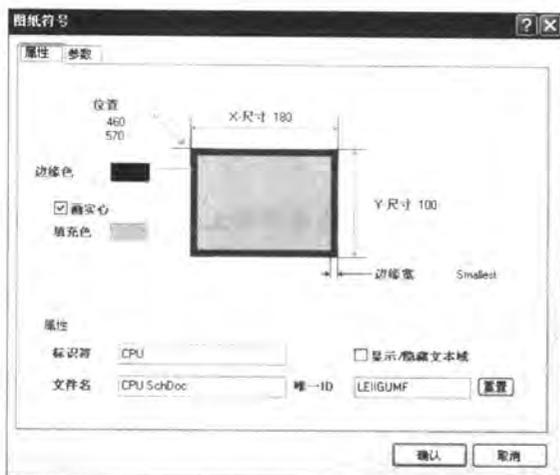

图 4-56 【图纸符号】对话框
- [5] 双击所放置的图纸符号（或在放置状态下按 **Tab** 键），系统将弹出如图 4-56 所示的【图纸符号】对话框，在该对话框内可以设置图纸符号的相关属性。一般情况下，需要设置的属性主要有如下 2 项。